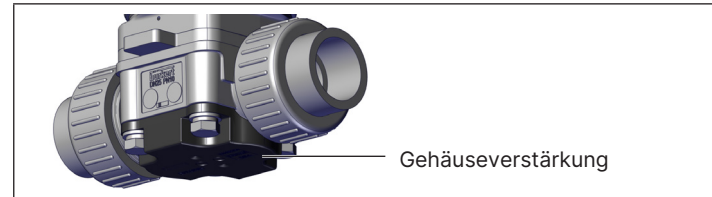

Abb. 17: Gehäuseverstärkung bei PP-Varianten (Membrangröße 15, 20, 25)
- Antrieb mit Membran auf das Ventilgehäuse setzen. Bei PP-Varianten (Membrangröße 15, 20, 25) ist die vorgesehene Gehäuseverstärkung (siehe „Abb. 17“) zwingend erforderlich.